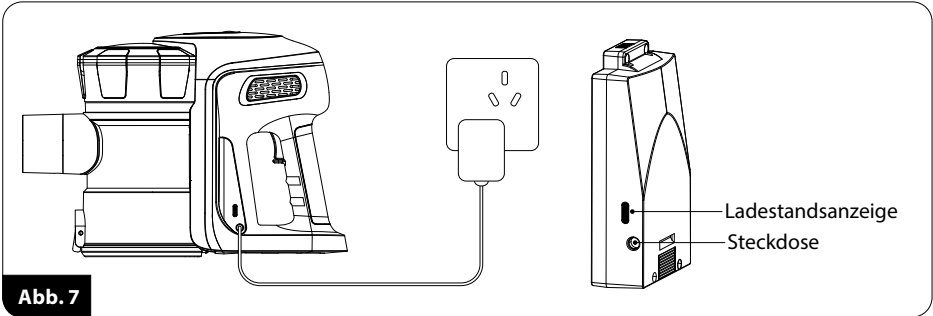

Abb. 7
2. Das Ladekabel (25) an die Ladebuchse (6) anschließen und das Ladegerät an die Steckdose (Abb. 7) - die Ladestandsanzeige (7) leuchtet rot auf, was den Ladevorgang anzeigt.